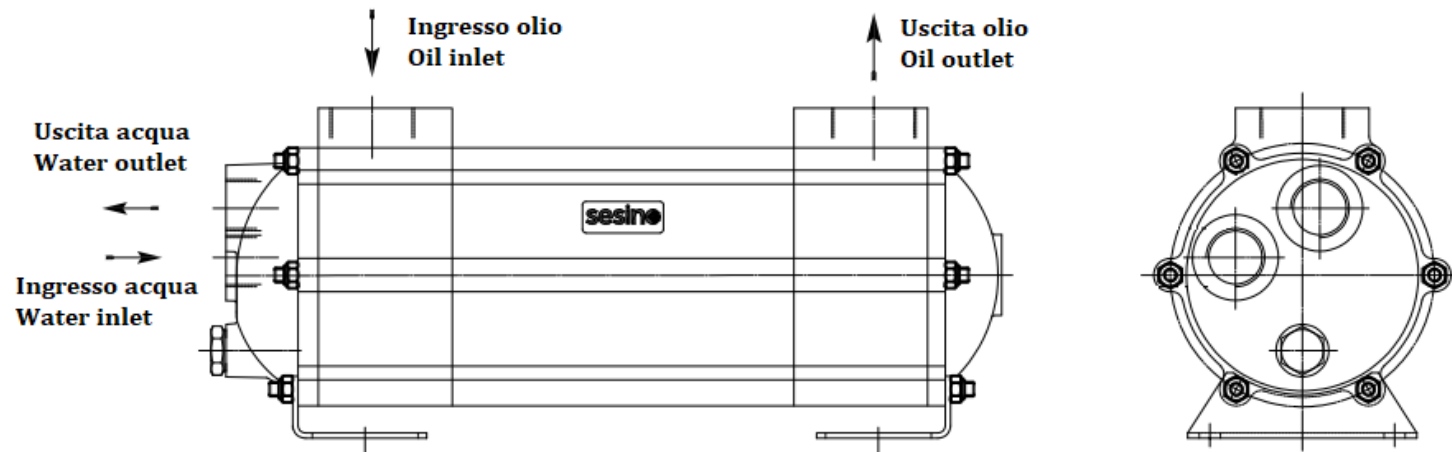
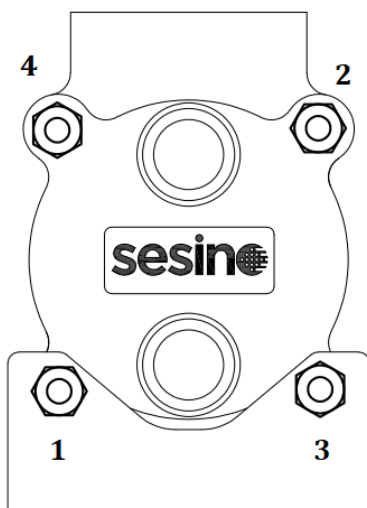

Figura 4: installazione MSG 134
Figura 5: sequenza serraggio MSG 84.
Per rimontare il coperchio procedere in senso inverso, avendo premura di sostituire l'O-Ring (pos. 8) con uno nuovo. Dopo aver portato tutti i dadi in battuta, applicare la coppia di serraggio di circa 12Nm in modo uniforme in diagonale (vedi esempio sotto Figura 4, Figura 5), senza sforzare.